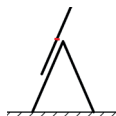

Figure 1 — Échelle transformable en position d'échelle double avec une échelle télescopique au sommet
- Ne déployez jamais l'échelle supérieure d'une échelle à 3 plans en position A avec l'échelon rouge (ou le 4ème échelon à partir du haut) au-delà du point d'articulation (figure 1).
- Ne gravissez jamais l'échelle à 3 plans en position A au-delà du point de charnière (figure 1).